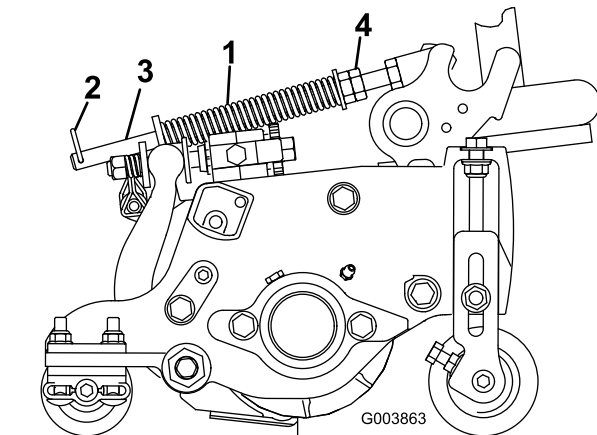

Figura 16
El muelle de compensación del césped (Figura 16) transfiere el peso del rodillo delantero al trasero. Esto ayuda a reducir el patrón de ondulación en el césped.
1. Asegúrese de que el pasador de horquilla está instalado en el taladro del extremo de la varilla del muelle (Figura 16).
2. Apriete las tuercas hexagonales del extremo delantero de la varilla del muelle hasta que la longitud comprimida del muelle sea de 12,7 cm en unidades de corte de 12,7 cm, o de 15,9 cm en unidades de corte de 17,8 cm (Figura 16).